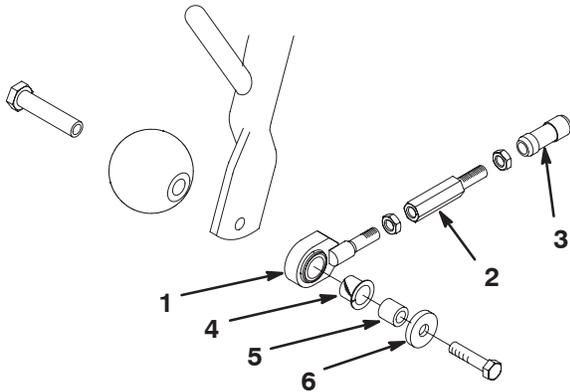

Bild 9
1. Befestigen Sie eine Antiskalpierrolle und ein Ziehverbindungsteil mit einer Rollenwelle, einem Distanzstück, Scheiben und einer Schraube außen an jedem vorderen Rahmenträger (Bild 9). Stellen Sie sicher, dass sich die Nylonbundbüchse im Ziehverbindungsteil befindet.